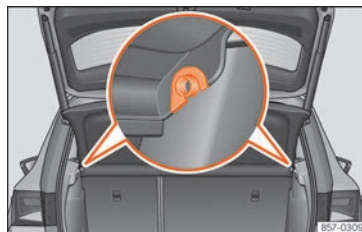

Abb. 166 Im Gepäckraum: Gepäckraumabdeckung aus- und einbauen.
- Ziehen Sie die Gepäckraumabdeckung nach oben aus den seitlichen Halterungen »» (Abb. 166) heraus.
- Führen Sie die Gepäckraumabdeckung horizontal ein, so dass das „Hufeisen“ über der Aufnahmeachse »» (Abb. 166) liegt, und drücken Sie die Abdeckung nach unten, bis sie einrastet.